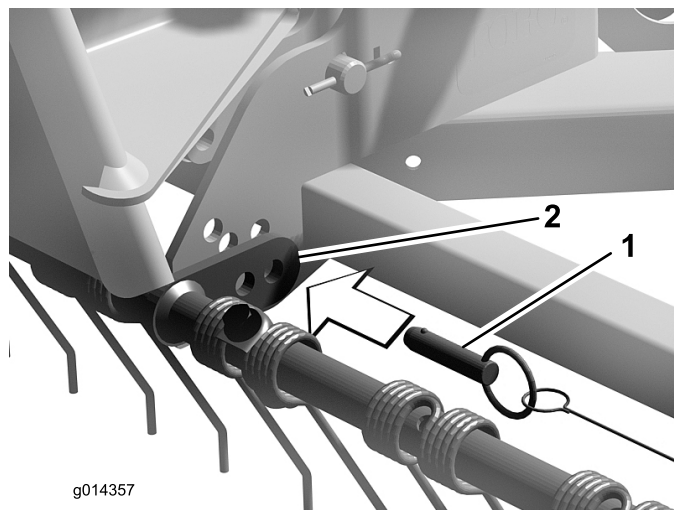

Bild 8
3. Befestigen Sie die Lasche am Federzinkenhalter mit dem Schnelllösestift am Rasengroomer (Bild 8). Die Höhe des Federzinkengroomer kann verstellt werden; versetzen Sie den Schnelllösestift in ein anderes Loch an der Befestigungslasche und am Groomer.
Hinweis: Um den Federzinkenhalter in die Arbeits- oder Einlagerungsstellung zu bringen, müssen Sie ihn ggf. mit etwas Kraft nach innen drücken, um den Schnelllösestift mit der Befestigungslasche auszufluchten (Bild 8).